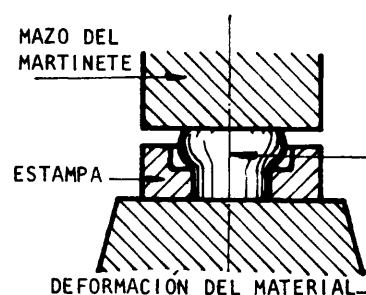

Fig. 2
- ___ c Golpee accionando el martinete, hasta producir el efecto deseado (fig. 2).